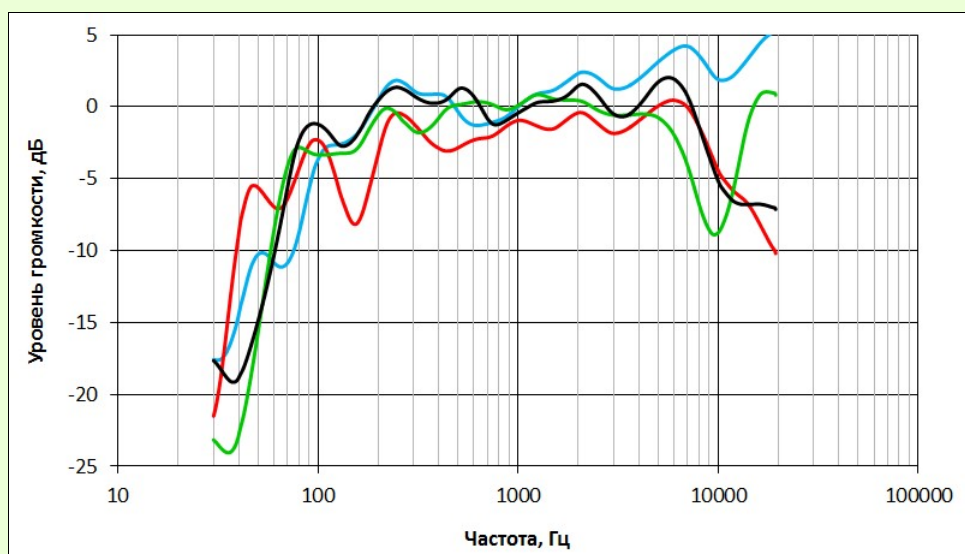

Рис. 6. АЧХ одной и той же колонки при установке ее в немного разных местах комнаты.
P.P.S. Сегодня измерил АЧХ колонки при ее установке в немного разных местах комнаты, рис. 6. Видите, какая огромная разница? Такая же разница будет и в окраске звука. И за этой разницей в АЧХ колонки, разницы в усилителях будет совершенно не слышно. Так что если при переходе на другой усилитель вы просто сдвинете колонку, то услышите совсем другой звук. И он будет другим из-за колонки. Это еще одно подтверждение правилу: при сравнении усилителей все остальное должно быть абсолютно одинаковым.